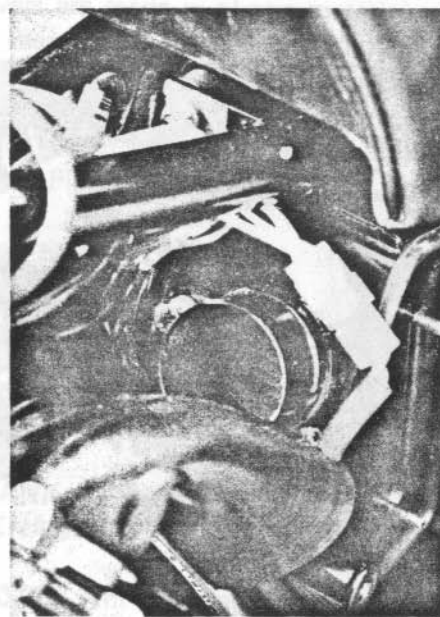

Fig. 15
- 3) Con una chiave a T da 10 mm possibilmente snodata svitare i due bulloncini di fissaggio posti in posizione un po' nascosta fra i raccordi di aspirazione (la parte in gomma va sfilata) ed estrarre l'elemento filtrante (Fig. 15).
- 3) Using a 30 mm socket spanner undo the two bolts located between the inlet rubber sleeves (which should be removed) and remove the filter element (Fig. 15).